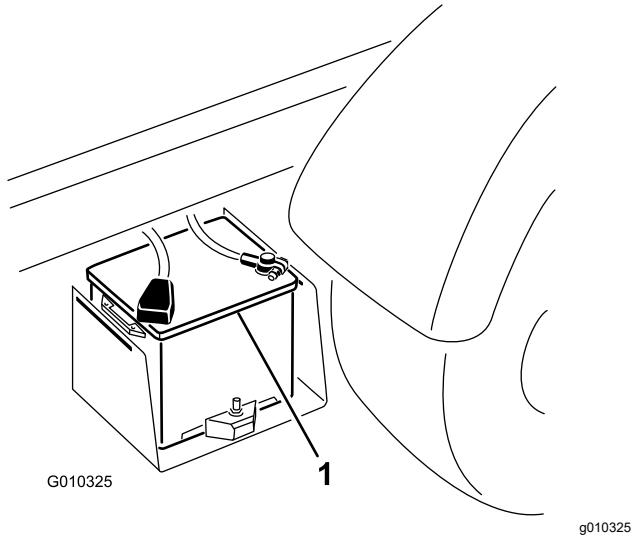

Figura 51
2. Conecte un cable de batería entre los bornes positivos de las dos baterías (Figura 51).